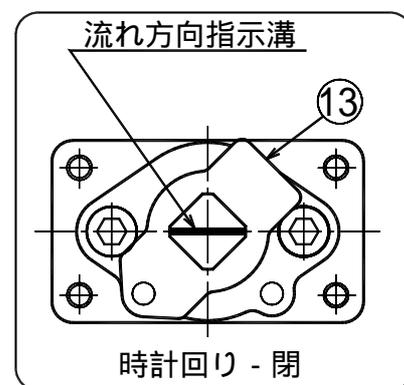
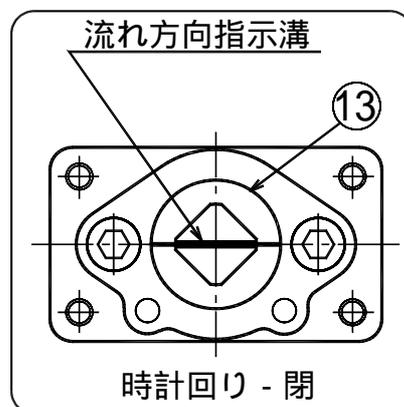

図 2
図 3
- 10) 手動弁の場合図 2, 自動弁の場合図 3 を参照して, ステム の流れ方向指示溝を確認し, 時計方向に回すと閉になるように, ストップを取り付ける。